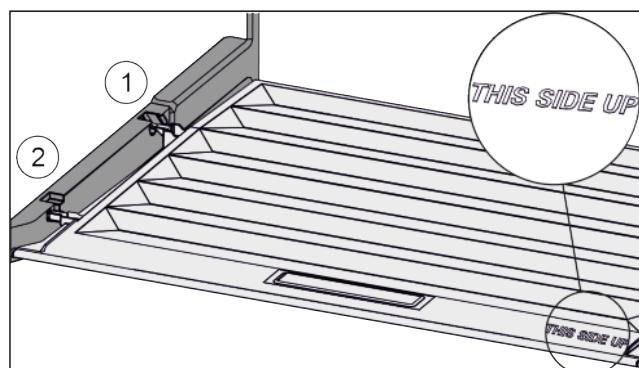

Fig. 45
- Výstupky víka zavěděte do zadních držáků Fig. 45 (1) a vpředu zaklesněte do držáku Fig. 45 (2).